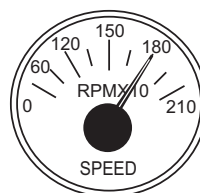

Figure 49. Jauge du tachymètre moteur
9. Le tachymètre (Figure 49) indique la vitesse du moteur lorsque le générateur fonctionne. Dans des conditions de fonctionnement normales, cette vitesse est d'environ 1 800 tr/min.